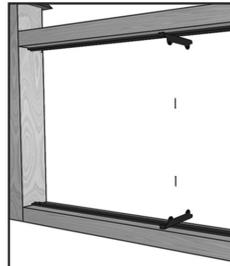

Figure 4
**STEP 3** Once the rails have been positioned, mount a bracket onto one of the middle pre-punched swivel holes on each rail by using the rail screws supplied (#10, 1 1/2 inch) (*Figure 4*). Drive the screw perpendicular through the bracket hole and matching rail swivel hole, in order to hold the bracket and rail in place.
**ÉTAPE 3** Une fois les rails en place, fixer un support sur l'un des trous prépercés au milieu de chaque rail à l'aide des vis fournies (no 10, 1 po 1/2) (*Figure 4*). Visser la vis perpendiculairement à travers le trou du support et le trou du rail afin de fixer le support et le rail en place.
**ÉTAPE 4** Prendre une planche de 1 x 6 et la couper à la longueur requise, soit 1/16 à 1/8 de pouce plus court que la distance entre les supports opposés. Fixer la planche sur les supports à l'aide des vis fournies (no 8, 5/8 po) (*Figure 5*). S'assurer que les trous de vis sur le dessus des supports sont orientés vers l'intérieur de l'aire clôturée (*Figure 4 A*).